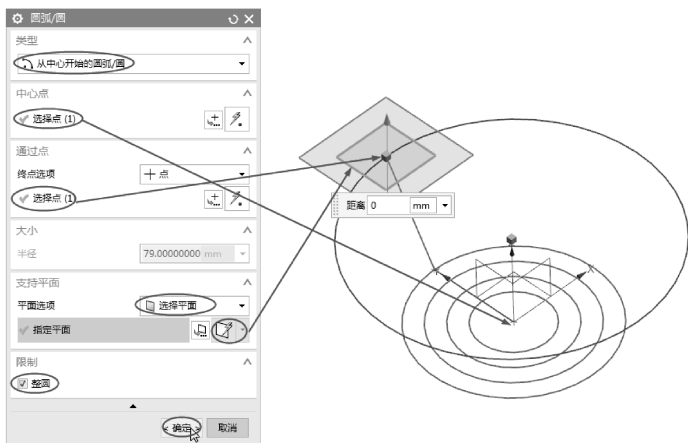

图 5-105 创建整圆曲线
- 05 在【曲线】组中单击【圆弧/圆】按钮, 打开【圆弧/圆】对话框。然后按如图 5-105 所示的步骤, 在新基准平面上创建整圆曲线。